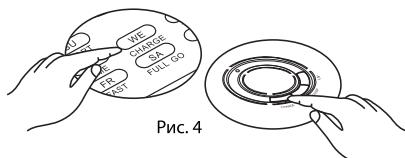

Рис. 4
- Если пылесос ищет док-станцию и в это время вы нажимаете на кнопку CHARGE на пульте управления пылесоса или кнопку питания или кнопку CHARGE (ЗАРЯДКА) на пульте дистанционного управления, пылесос прекратит поиск. (См. рис. 4)